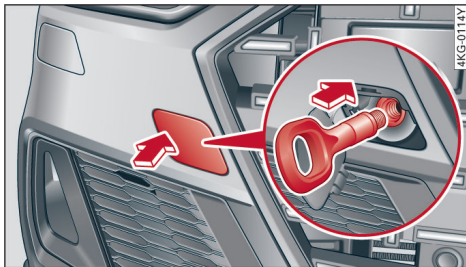

图 185 前保险杠：旋入拖车环
- ▶ 短促有力地向内按封盖⇨图 185。封盖从保险杠上自行脱开。